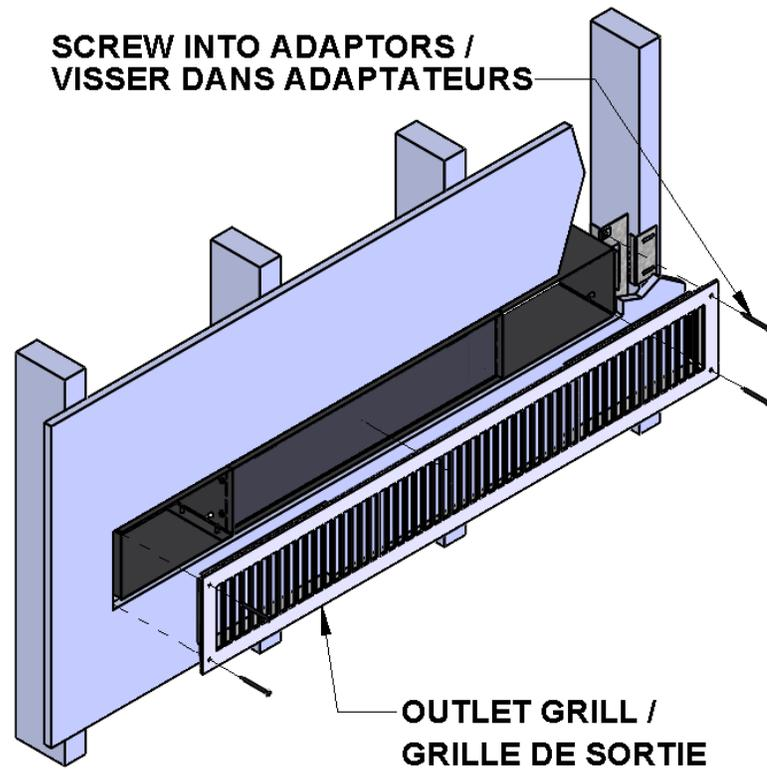

Figure 6 Installation de la grille
6. La grille peut être directement vissée, avec les longues vis noires dans les trous de vis des adaptateurs de grille de sortie. Voir l'exemple dans la Figure 6.